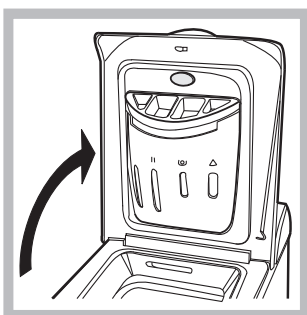

Fig. 1
A) OTWIERANIE. (Rys. 1). Podnieść zewnętrzną pokrywę i całkowicie ją otworzyć.